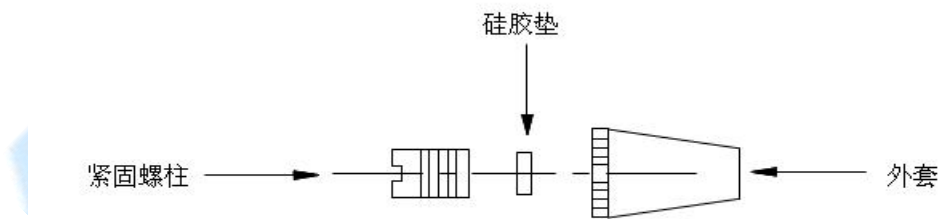

图4-4 进样塞装配图
- 2、将乳白色硅胶垫装入旋塞，用紧固螺柱均匀旋入（见图4-4）。